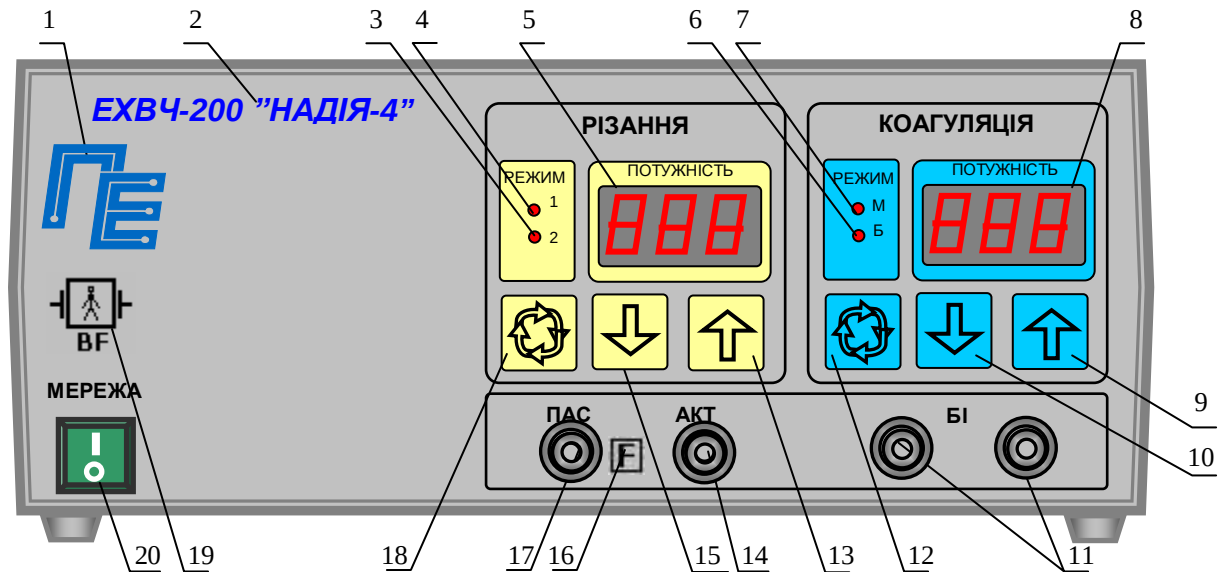
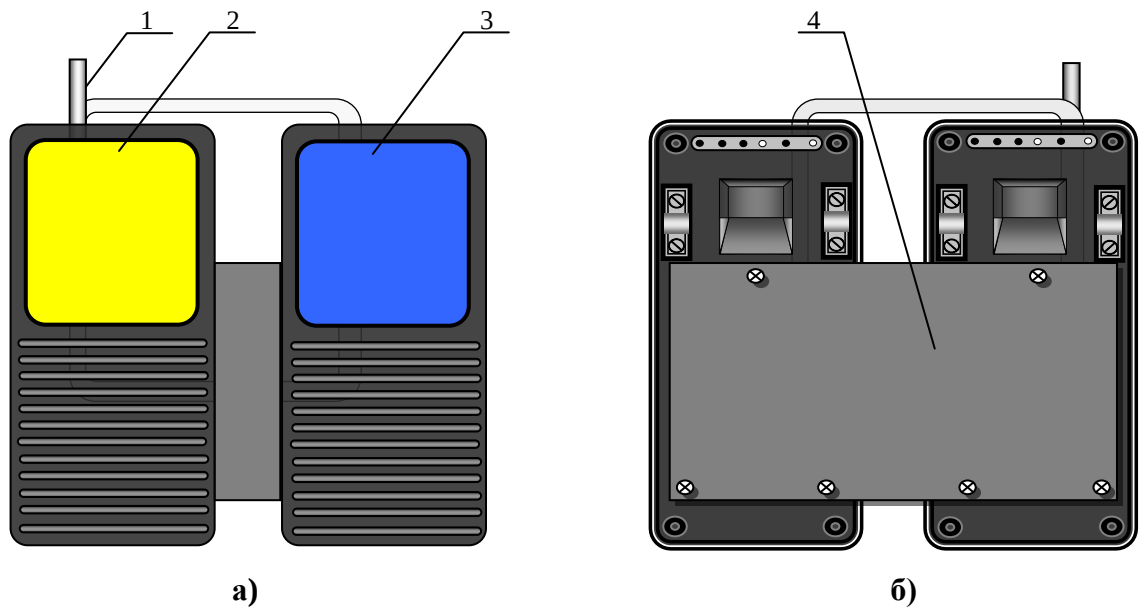

Рис.1. Передня панель електронного блоку.
Рис. 3. Ножна педаль
Конструктивно апарат виконаний у вигляді двох окремих блоків - електронного блоку (рис. 1,2) і ножної педалі (рис. 3).
На передній панелі електронного блоку розташовані наступні органи управління і індикації (рис.1):
Конструкція ножної педалі (рис.3) є підлоговою конструкцією, на якій розташовано дві рухомі платформи: ліва (2) - для включення виду роботи РІЗАННЯ, права (3) - КОАГУЛЯЦІЯ.
- включити апарат, для чого встановити вимикач “МЕРЕЖА” в положення “I”. При цьому висвітлюються індикатори: “МЕРЕЖА”, вибраних режимів роботи. На індикаторах (5,8 рис.1) висвітлюються цифри встановленого рівня вихідної потужності;
- перевірити переключення режимів роботи, для чого послідовно натискаючи кнопки (12, 18 рис.1), переконатися, що апарат послідовно перемикає режими 1, 2 для РІЗАННЯ і режимів М, Б для КООГУЛЯЦІЯ по послідовному загорянню відповідних індикаторів (3, 4, 6, 7 рис.1);
- перевірити регулювання рівня вихідної потужності, для чого, натиснувши кнопки управління (9, 13 рис. 1), переконатися, що відбувається збільшення показань індикатора рівня вихідної потужності, а натиснувши кнопки управління (10, 15 рис.1), переконатися, що відбувається зменшення показань індикатора рівня вихідної потужності. Перевірку провести як для виду робіт РІЗАННЯ так і для виду робіт КООГУЛЯЦІЯ. Слід пам'ятати, що встановлені рівні вихідної потужності запам'ятовуються для кожного виду і режиму роботи. Види роботи включаються тільки по черзі.